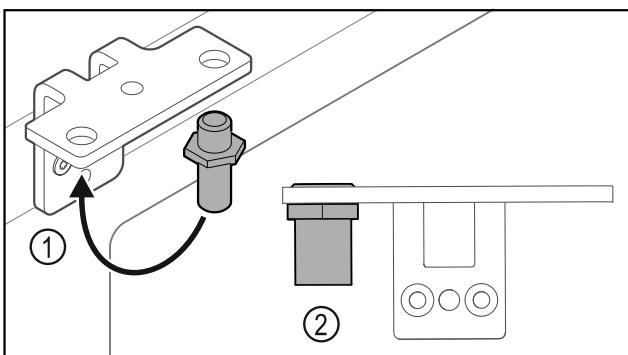

Fig. 36
- Μεταφέρετε τον πείρο Fig. 36 (1) στη γωνία μεντεσέ.
- Σφίξτε τον πείρο Fig. 36 (2) με ροπή 12 Nm.